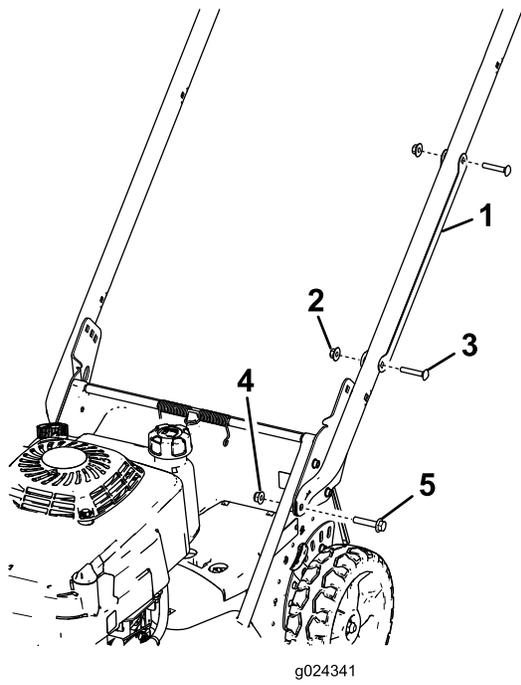

Figura 3
1. Retire los 2 pernos de cuello cuadrado y las 2 arandelas que sujetan el protector de cable al manillar, y retire el protector de cable del manillar (Figura 3)
- Instale los extremos del manillar en la carcasa de corte con 2 pernos de cabeza hexagonal con arandela prensada (5/16 x 1-1/2 pulgadas) y 2 tuercas con arandela prensada (5/16 pulgada), según se muestra en Figura 3.
7. Posicione el protector de cable en el manillar **con el/los cable(s) dentro del protector**, y sujete el protector al manillar con los 2 pernos de cuello cuadrado y las 2 contratuercas que retiró anteriormente (Figura 3).